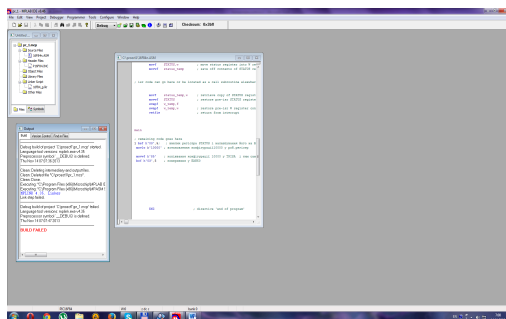

Рисунок 1.20 – Помилово записана цифра 1 перед командою bsf h'03',5
1.3.7.5 Здійснимо відкриття програми, як це вказано у пункті 3.3, але далі не командою *Proect*→*Wizard* , а командою *Proect*→*Open*. Відкриється діалогове вікно, як показано на рисунку 1.21. Вибираємо наш файл *Pr1* і відкриваємо його. Бачимо у програмному коді зроблену нами помилку (див. Рисунок 1.20).